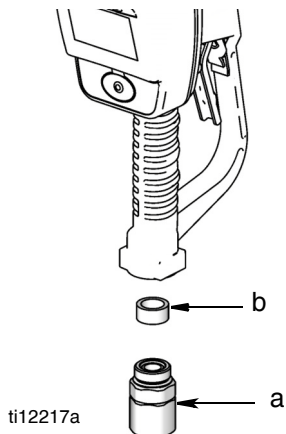

Рис. 2
2. Отсоедините вертлюг (а), распорку (b) и уплотнительное кольцо (C) от расходомера (Рис. 2). Повторно установите распорку (b).